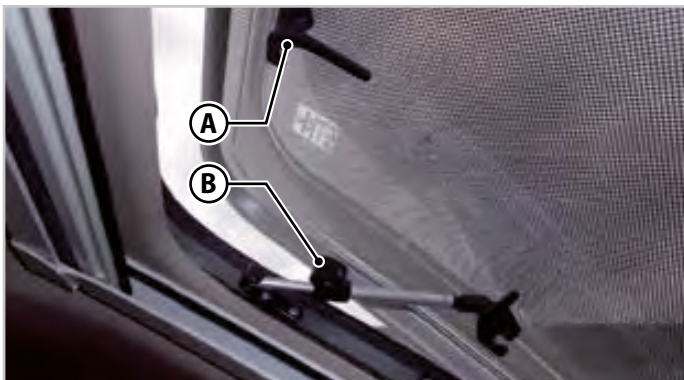

Fig.6.9 - Claraboia panorâmica
1. Rodar as alavancas (**A** - Fig.6.9) para a posição vertical.
3. Bloquear a claraboia apertando os botões de bloqueio (**B** - Fig.6.9) nos braços telescópicos.
1. Desapertar os botões de bloqueio dos braços telescópicos (**B** - Fig.6.9).
3. Acionar todas as alavancas (**A** - Fig.6.9).